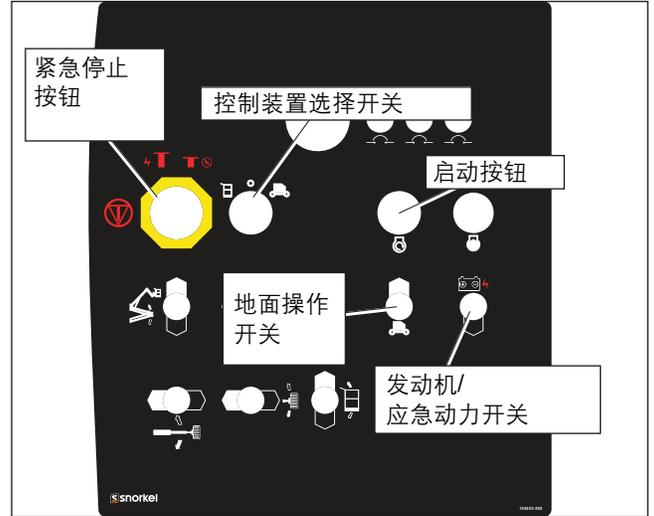

图 10.2 – 下部控制装置
2. 将钥匙插入控制装置选择开关(请参见图 10.2), 然后将其转至下部控制装置位置。